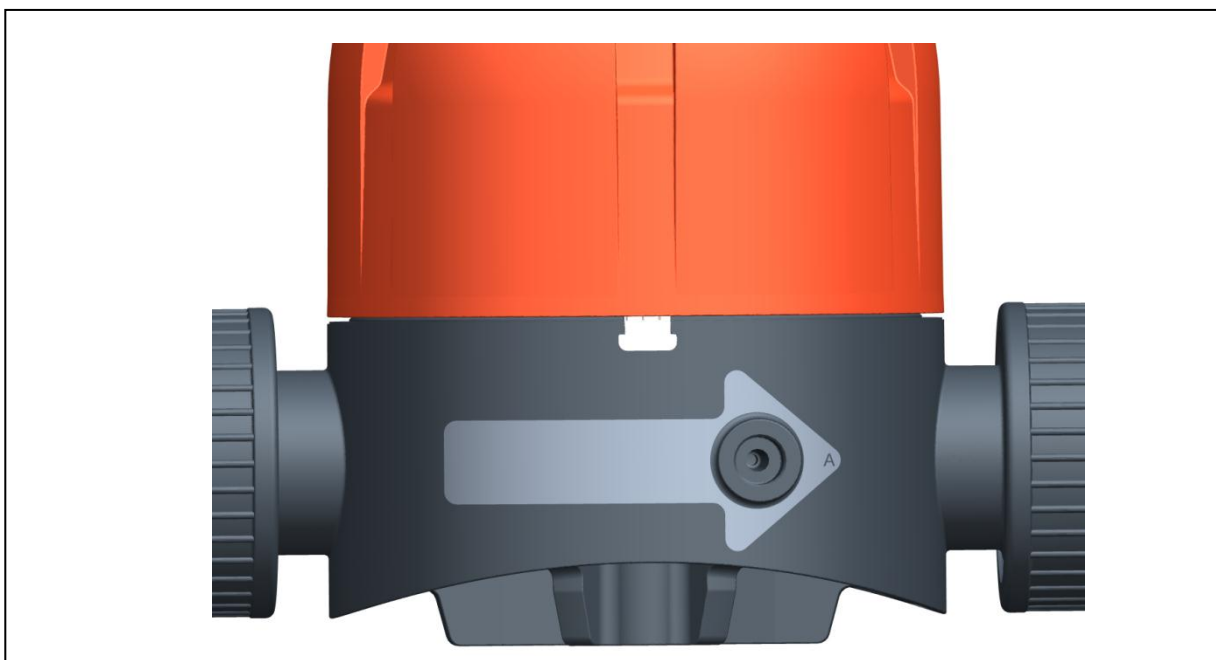

Abb. 1
- ▶ Durchflussrichtung beachten, siehe Richtungspfeil auf Unterteil (Abb. 1)